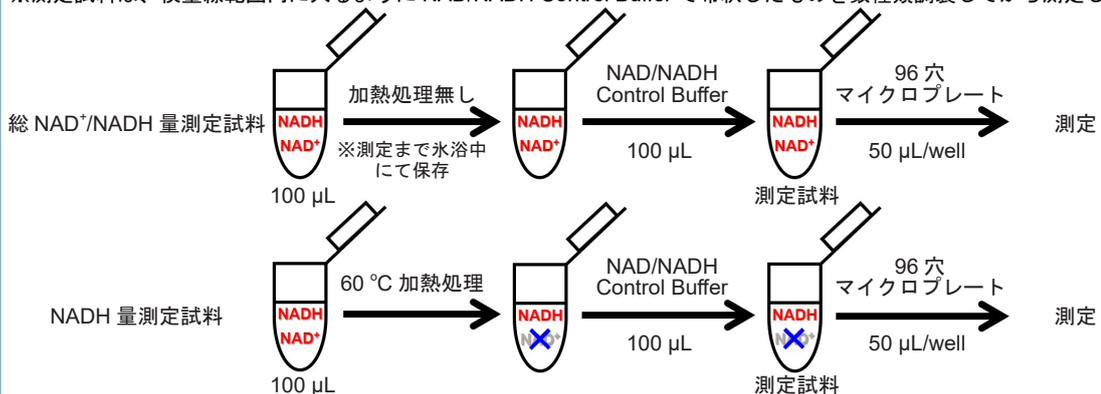

図 3 測定サンプルの調製方法
- (6) 得られた濾液を、1.5 mL マイクロチューブ 2 本に 100 μL ずつ移し、総 NAD⁺/NADH 量および NADH 量測定試料とする (図 3 参照)。
- (7) NADH 量測定試料を 60 °C で 60 分間インキュベートする。